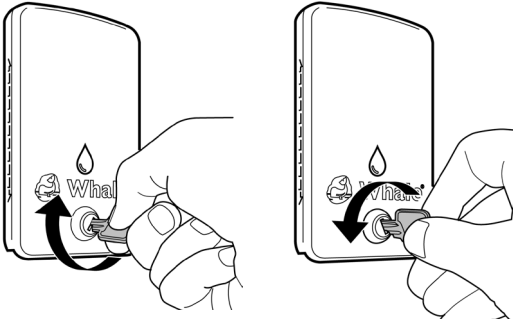

Abbildung 3. Verriegeln und Entriegeln der Abdeckkappe
- (Abbildung 3) Die Abdeckkappen für den Wassertank Füllstutzen und den Wassertank Füllstutzen + 12-V-Stromanschluss umfassen ein Sicherheitsschloss, um den Zugang zur Ihrer Frischwasserversorgung einzuschränken. Drehen Sie im Uhrzeigersinn, um die Abdeckkappe zu verriegeln und entgegen dem Uhrzeigersinn, um sie zu entriegeln.